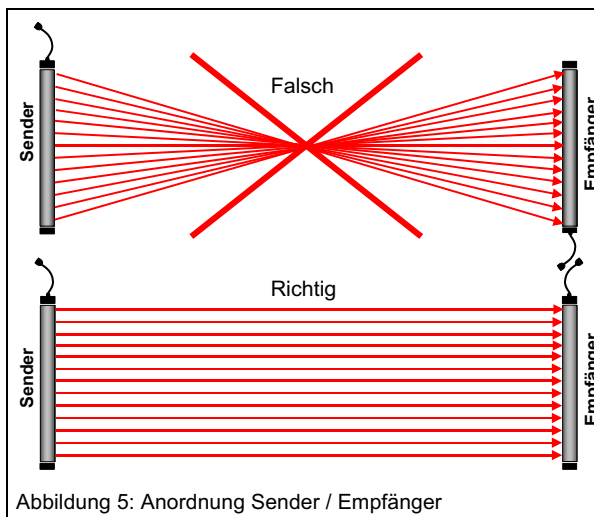

Abbildung 5: Anordnung Sender / Empfänger
- ☑ die Sender- zur Empfängerleiste nicht 180° verdreht montiert wird. Das heißt, die Anschlusskabel der Optoleisten **müssen** nach oben weggeführt werden (Abbildung 5).